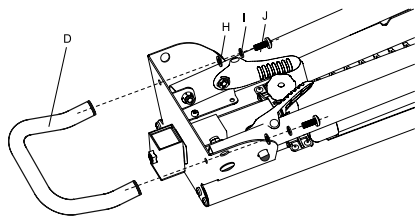

Fig. 2 – Montagem da alça
2. Monte a alça na estrutura principal com 2 parafusos M8 x 14 mm e com as arruelas 8 mm e arruelas de pressão 8 mm. Aperte com firmeza (Fig. 2).